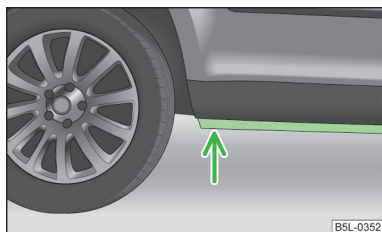

Fig. 111
- Prima di attraversare tratti d'acqua verificare la profondità dell'acqua. Il livello dell'acqua deve arrivare al massimo alla cresta verticale del longherone inferiore » fig. 111;